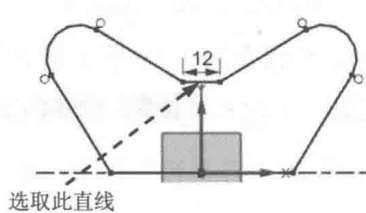
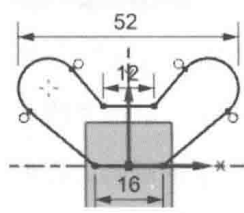
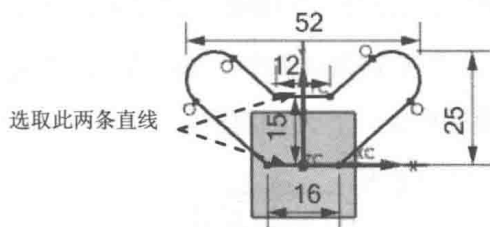
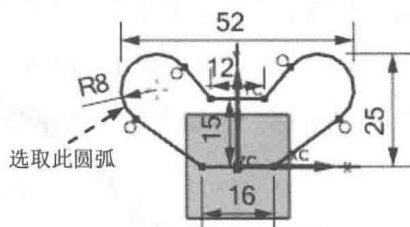

图 1.3.10 标注水平尺寸 1
图 1.3.11 标注水平尺寸 2
图 1.3.12 标注竖直尺寸
图 1.3.13 标注圆弧尺寸
Step4. 添加尺寸约束。选择下拉菜单 **插入(S)** → **尺寸(D)** → **快速(F)** 命令，选择图 1.3.10 所示的直线，系统自动生成尺寸，选择合适的放置位置单击，在系统弹出的动态输入框中输入数值 12，结果如图 1.3.10 所示；参照上述步骤标注图 1.3.11 所示的其余的水平尺寸。接着标注直线到直线的距离。选择图 1.3.12 所示的直线，系统生成竖直尺寸，选择合适的放置位置单击，在系统弹出的动态输入框中输入数值 15，结果如图 1.3.12 所示；参照上述步骤标注图 1.3.12 所示的其余的竖直尺寸。选择下拉菜单 **插入(S)** → **尺寸(D)** → **快速(F)** 命令，选择图 1.3.13 所示的圆弧，系统自动生成尺寸，选择合适的放置位置单击，在系统弹出的动态输入框中输入数值 8，结果如图 1.3.13 所示。